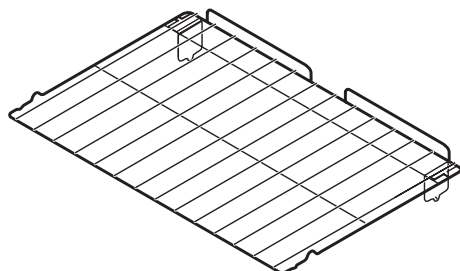

Figure 4
5. En tenant le bras-connecteur en place, faites le pivoter jusqu'à ce que le bout du bras-connecteur inséré dans le support de porte pointe vers le haut (Figures 4 & 5). Le bras-connecteur est maintenant verrouillé en position.